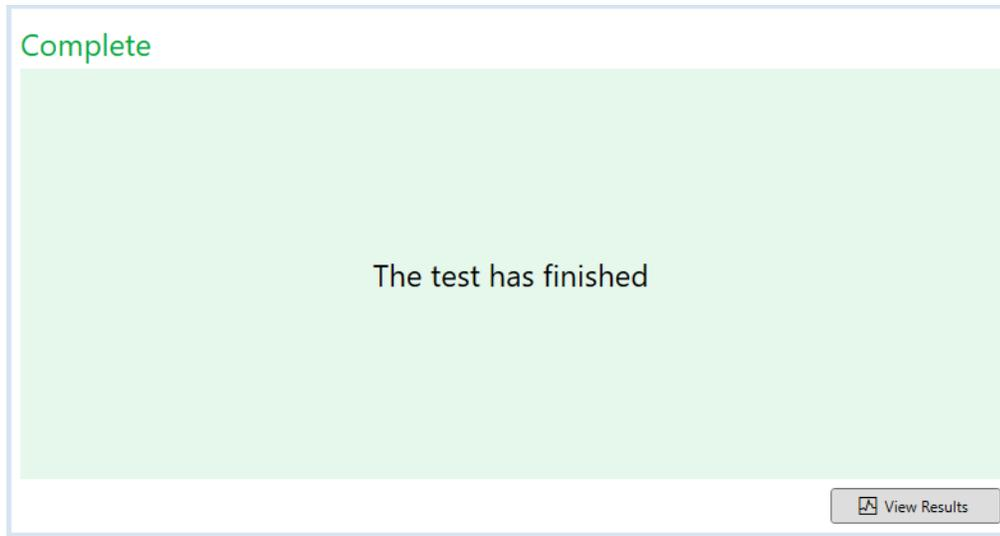

Figura 14. Pantalla Completado de BG Analytics®
- Tras finalizar la prueba en todos los pocillos, BGA pasará automáticamente a la pantalla **Completado** y mostrará "La prueba ha finalizado" (tal como se muestra en la Figura 14).